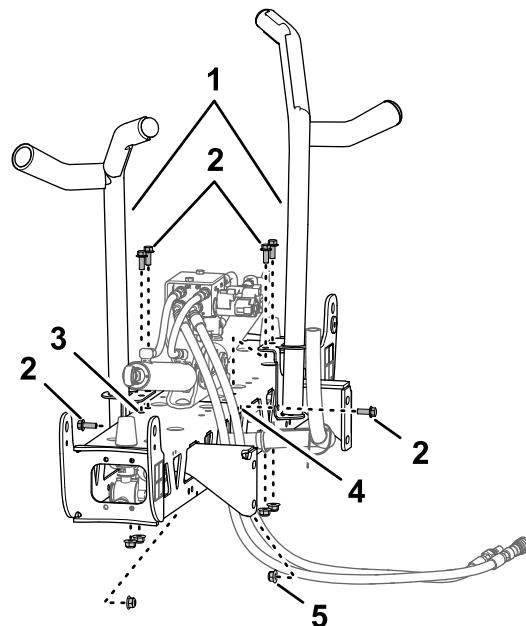
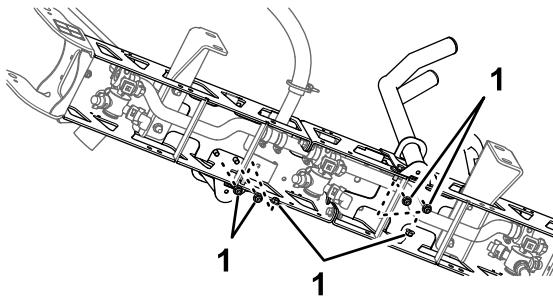

Figura 35
Figura 36
2. Alinee los soportes de transporte del brazo con la sección de brazo central (Figura 35).
- Instale los soportes en la sección del brazo (Figura 35 y Figura 36) con 6 pernos ($\frac{3}{8}$ " x 1") y 6 contratuerca con arandela prensada ($\frac{3}{8}$ ").